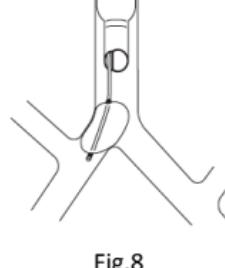

Fig.8
- 1) & 2) Ovenstående kan muligvis tilskrives det faktum, at blokeringsmanchetten er blevet løsnet i luftrørets lumen (herniation) og har indsnævret det (Fig. 8).
- Hvis en herniering som beskrevet i Fig. 8 forekommer, kan hypoksæmi afhjælpes ved blot at tømme manchetten.